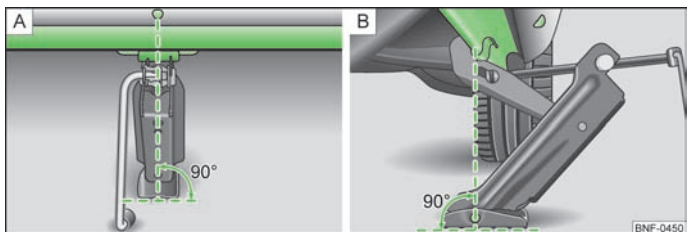

Fig. 111 Colocação do macaco
- Coloque o macaco de forma a que a garra abranja o perfil » Fig. 111- B) sob a zona marcada, na área lateral da parte inferior da embaladeira.
- Verifique se toda a placa de base do macaco se encontra em piso plano e está em posição vertical » Fig. 111 relativamente ao local onde a garra abarca o perfil.